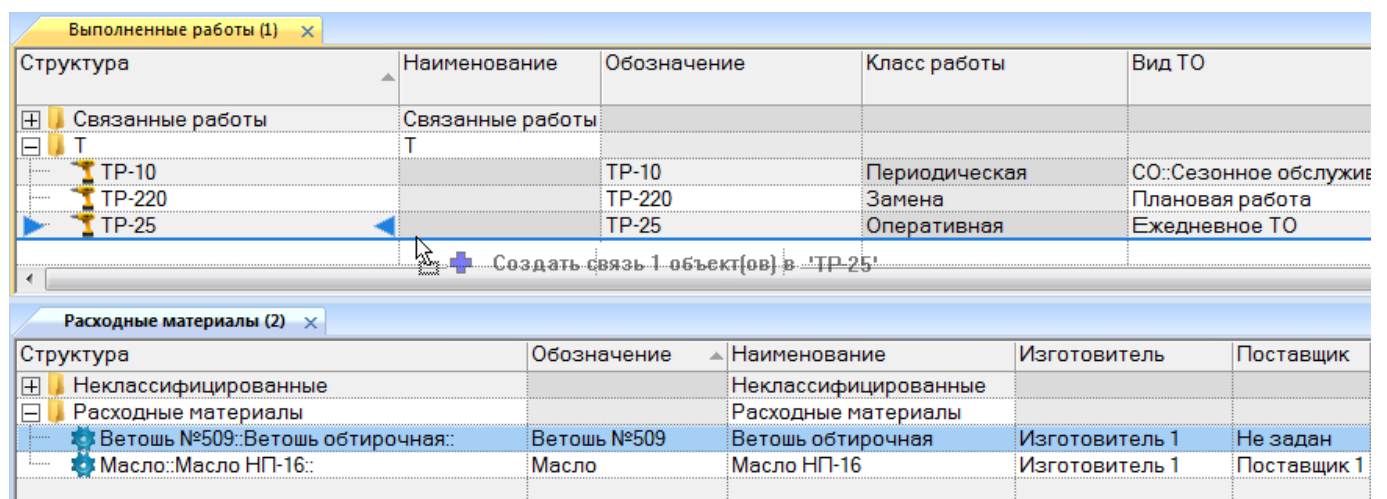

Рис. 27-14 – Переместить расходный материал на работу
- 3) Переместить с помощью мыши расходный материал на работу в окно «Выполненные работы». Появится подсказка вида «+ Создать связь X объект(ов) в ...» (рис. 27-14). Отпустить кнопку мыши.